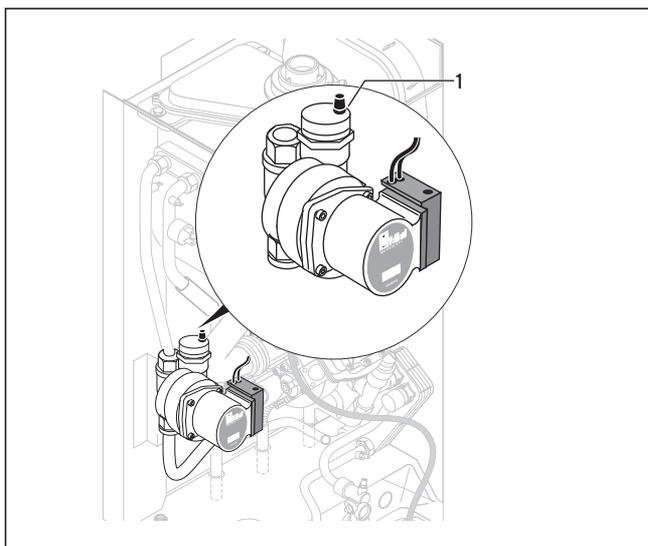

Рис. 5.1 Быстродействующий воздухоотводчик
- Отпустите крышку быстродействующего воздухоотводчика (1) на насосе (рис. 5.1) на один-два оборота (воздух из аппарата в постоянном режиме отводится автоматически через воздухоотводчик).
- Медленно откройте наполнительный кран и водоразборный кран и заполняйте систему водой до тех пор, пока манометр (2) не покажет требуемое давление в системе.